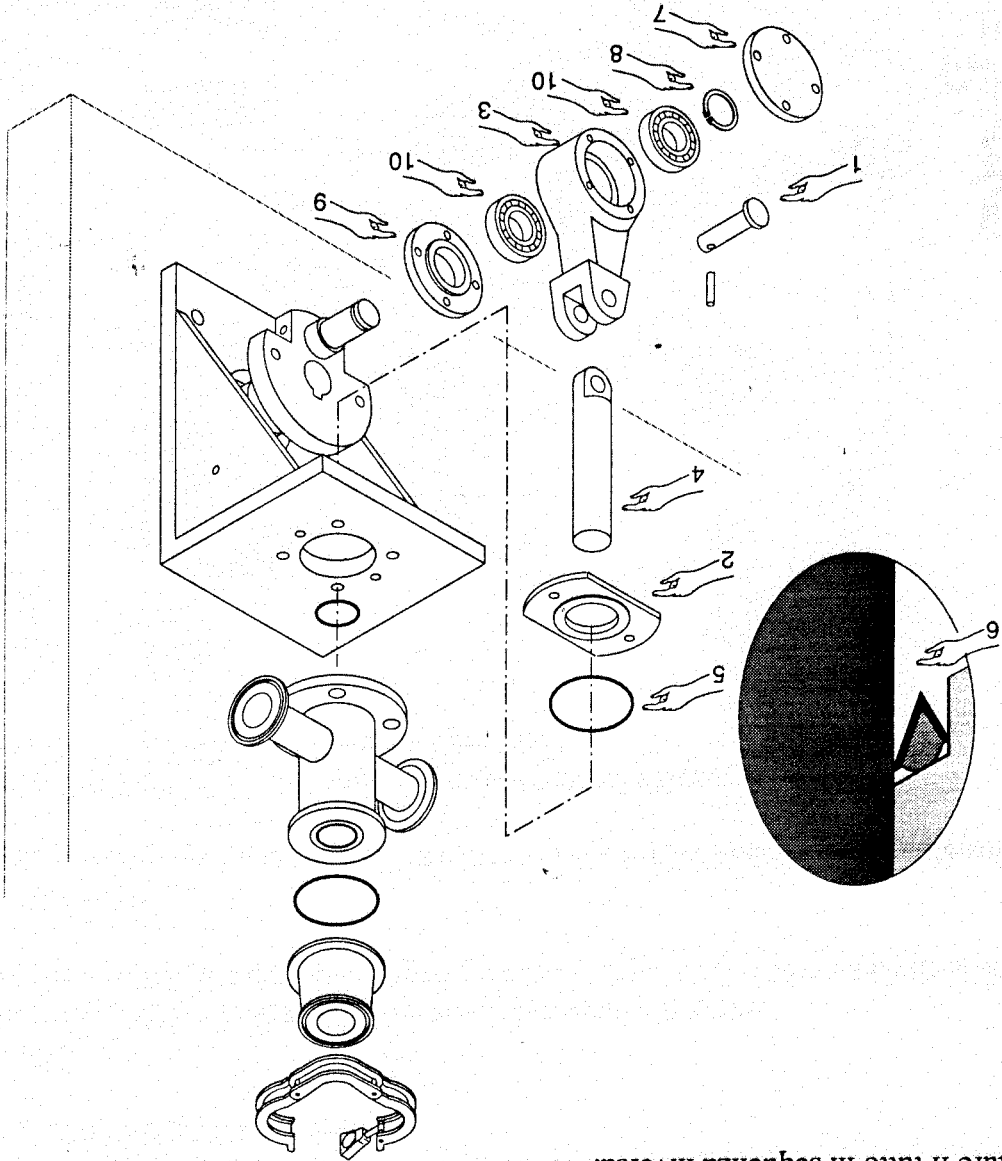

Fig.7.3
- Smontare lo spinotto (Part.1, Fig.7.3) di collegamento pistone-biella.
- Smontare la piastra premi-guarnizione (Part.2, Fig.7.3), ruotare la biella (Part.3, Fig.7.3) ed estrarre il pistone (Part.4, Fig.7.3) e la guarnizione (Part.5, Fig.7.3).
- Rimontare la guarnizione (Part.5, Fig.7.3) nuova come da Part.6 (Fig.7.3) con l'avvertenza di non pizzicarla.
Smontare lo spinotto (Part.1, Fig.7.3) di collegamento pistone-biella.
Smontare la flangia (Part.7, Fig.7.3) e l'anello elastico (Part.8, Fig.7.3).
Estrarre la biella (Part.3, Fig.7.3), smontare la flangia (Part.9, Fig.7.3) di contenimento ed estrarre i cuscinetti (Part.10, Fig.7.3).